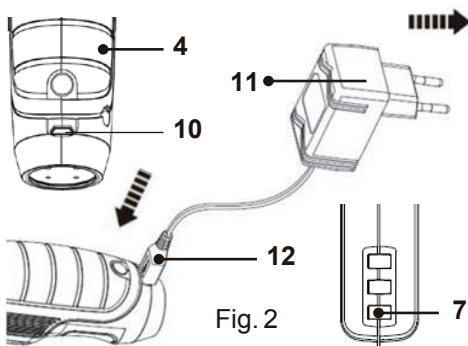

Fig. 2
- > Conectați fișa încărcătorului (12) la mufa de încărcare (10) de pe mâner (4) (Fig. 2).
- > Conectați încărcătorul (11) la alimentarea electrică.
- > Lumina indicatoare (7) prezintă starea de încărcare.